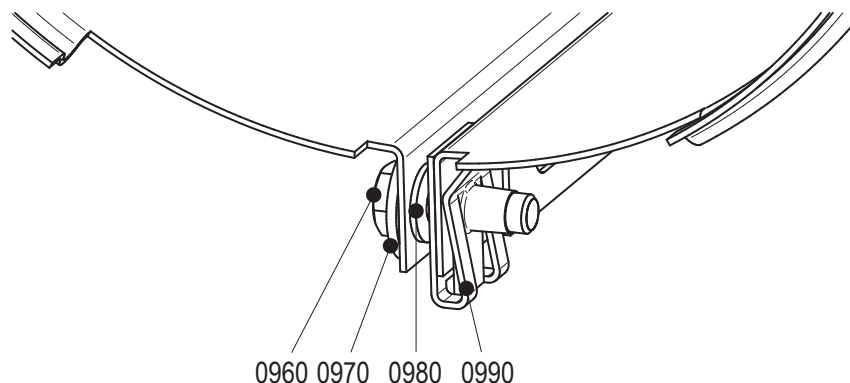

Рисунок 15. Установка кожуха
- 1 Ослабьте затяжку болтов (0960). См. рисунок 15.
- 3 Закройте кожух и установите болт (0960). См. рисунок 15.
- 5 Закройте кожух, установите болт (0230) и болт (0960). См. рисунок 15.